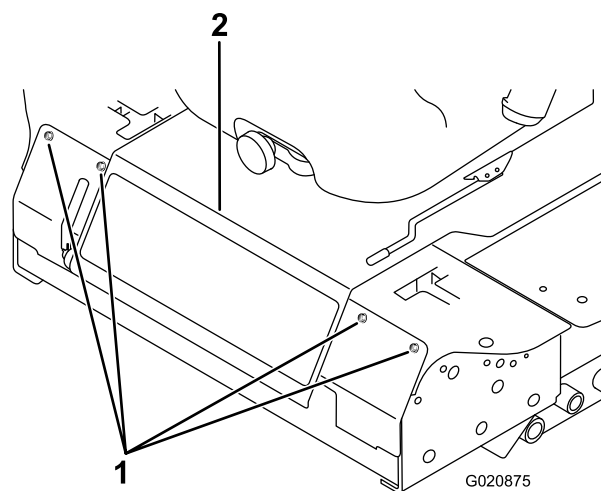

Figure 53
3. Retirez les boulons de fixation du panneau avant et déposez le panneau (Figure 53).